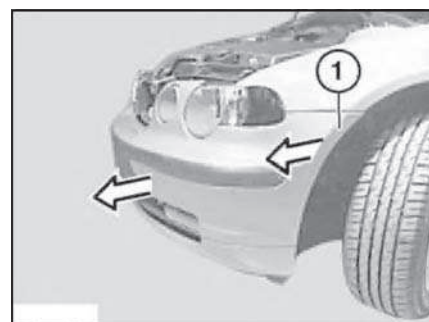

**Рис. 20.8. Балка переднего бампера:**
Передний бампер и его облицовка (рис. 20.7) конструктивно выполнены так, что они могут без повреждений выдержать удар на скорости до 4 км/ч. Энергия удара на скорости 15 км/ч поглощается облицовкой, внутренней алюминиевой балкой (1, рис. 20.8) и двумя демпферами (2). Это исключает повреждение кронштейнов опор двигателя и элементов передней подвески. Демпферы закреплены на заклепках и гайках/шпильках передних лонжеронов и легко заменяются.